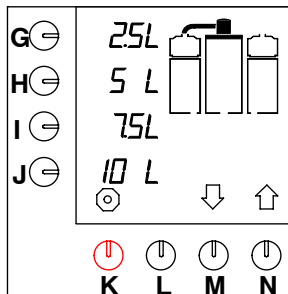

Fig. 6 Schermo iniziale
- Si accende la spia luminosa dell'interruttore. Sullo schermo vengono visualizzate le impostazioni standard, vedere fig. 6 .